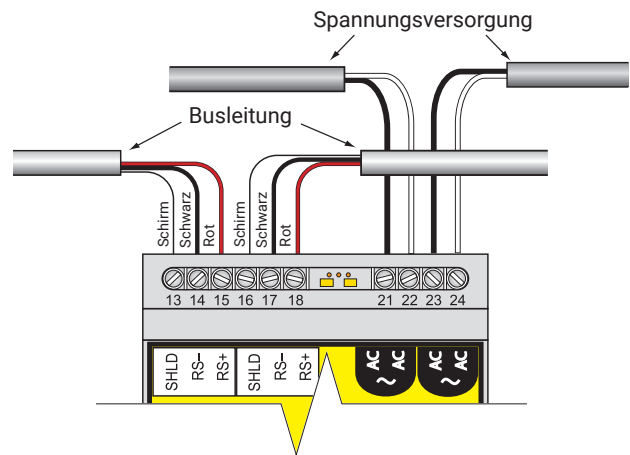

Abbildung 3. Spannungsversorgung und Busanschluss
Das TTSIM-2 überträgt sämtliche Alarm und Statusmeldungen über geschirmte RS-485 Twisted-Pair-Busleitungen. Zwei der insgesamt vier Adern der Stromversorgung und Busleitung werden für Buszwecke benutzt, während die beiden anderen Adern zum Übertragen der Versorgungsspannung dienen. Alternativ kann für die Versorgungsspannung eine eigene Leitung verlegt werden (Abbildung 3).
- Als nächstes werden die vier Hauptadern auf einer Länge von etwa 6 mm abisoliert, um die folgenden Verbindungen herzustellen (Abbildung 3):